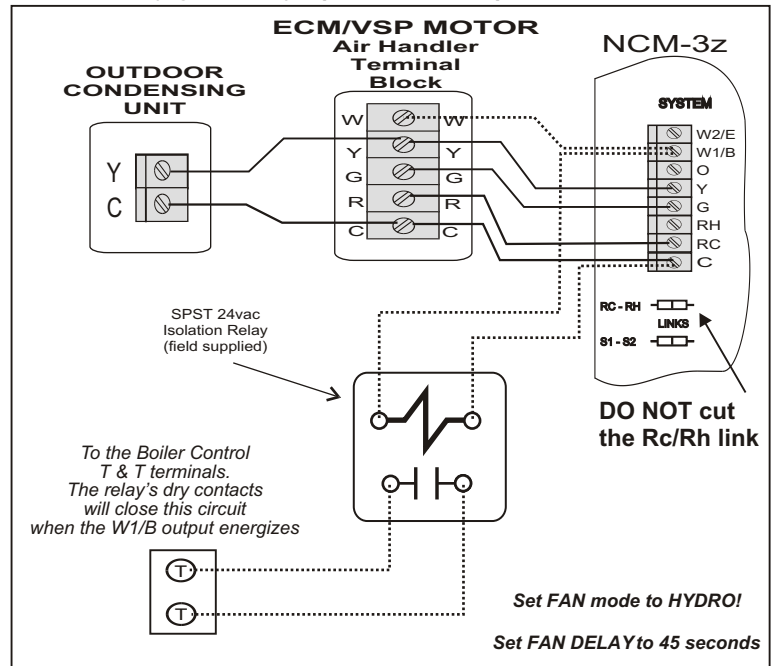

Figura 16
* La Figura 16 es para tipos de motores VSP/ECM de nueva tecnología. Se requiere el relé de aislamiento (no se puede usar el aislamiento Rc/Rh) porque el motor VSP debe detectar la señal W de la alimentación de 24 V del controlador de aire, no de la alimentación de 24 V de la caldera.
* Si no está seguro del tipo de motor de su controlador de aire, ¡use un relé de aislamiento! (Figura 16 o 18) dependiendo de la aplicación HC o HP.